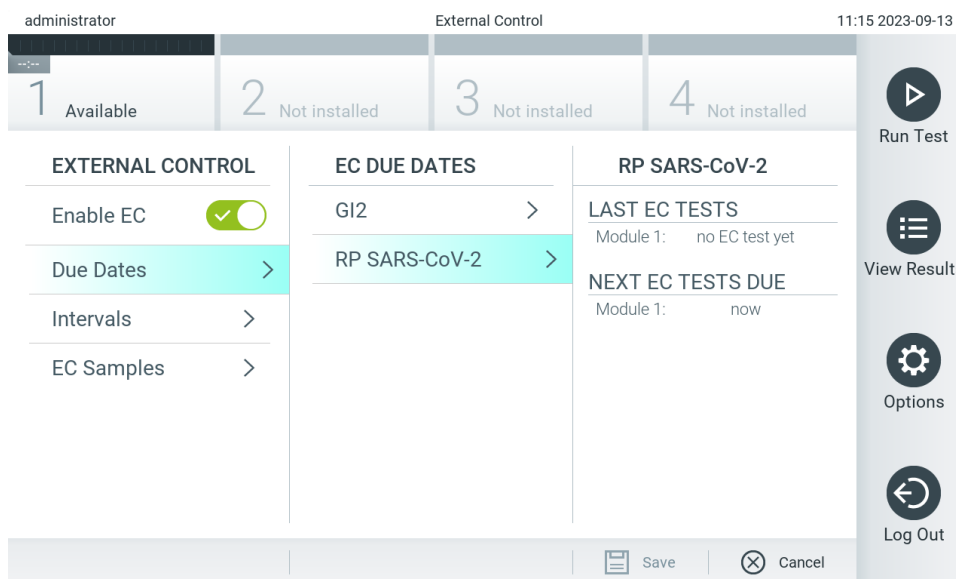

Abbildung 77. Bildschirm External Control (Externe Kontrolle) mit Due Dates (Fälligkeitsdaten).
4. Wählen Sie **Intervals** (Intervalle) und dann einen Assay aus der Liste, um anschließend das Intervall einzustellen. Nach Ablauf des Intervalls wird eine Erinnerung angezeigt, um Benutzer darauf hinzuweisen, dass ein externer Kontrolltest für den ausgewählten Assay durchgeführt werden muss (Abbildung 77).